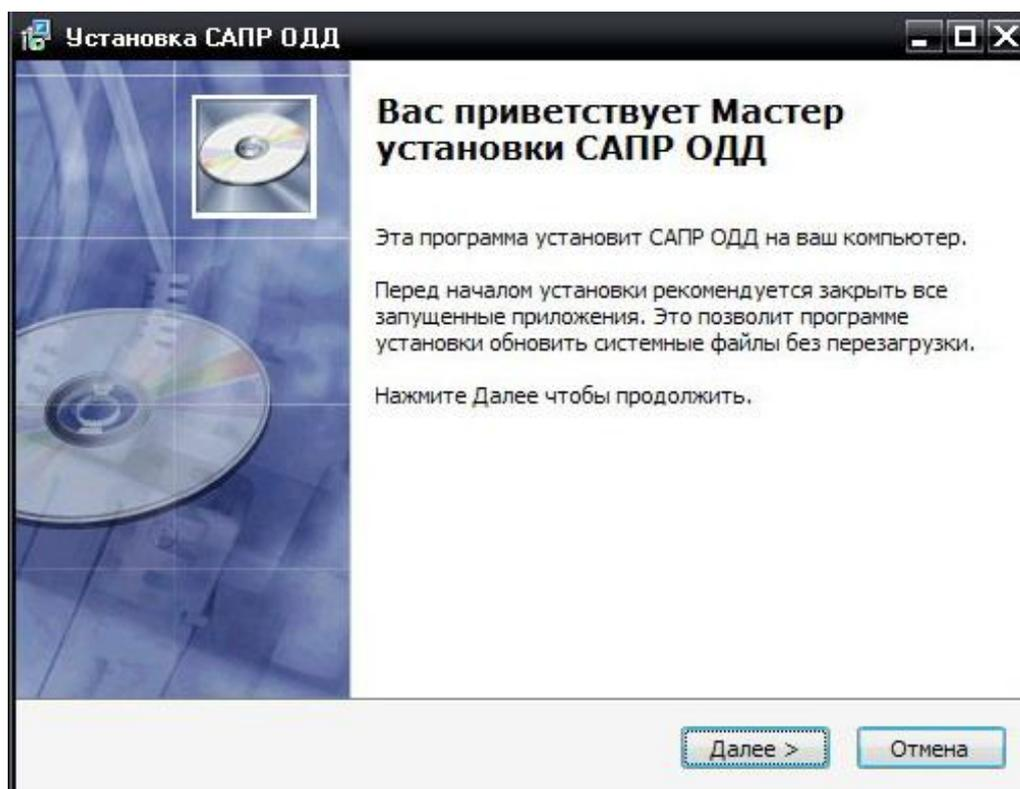

Рисунок 7
- 2) запустить файл Setup_SAPRODD.exe. На экране появится диалоговое окно приглашения к установке "Установка САПР ОДД", приведенное на рис. 7. Нажать кнопку "Далее";